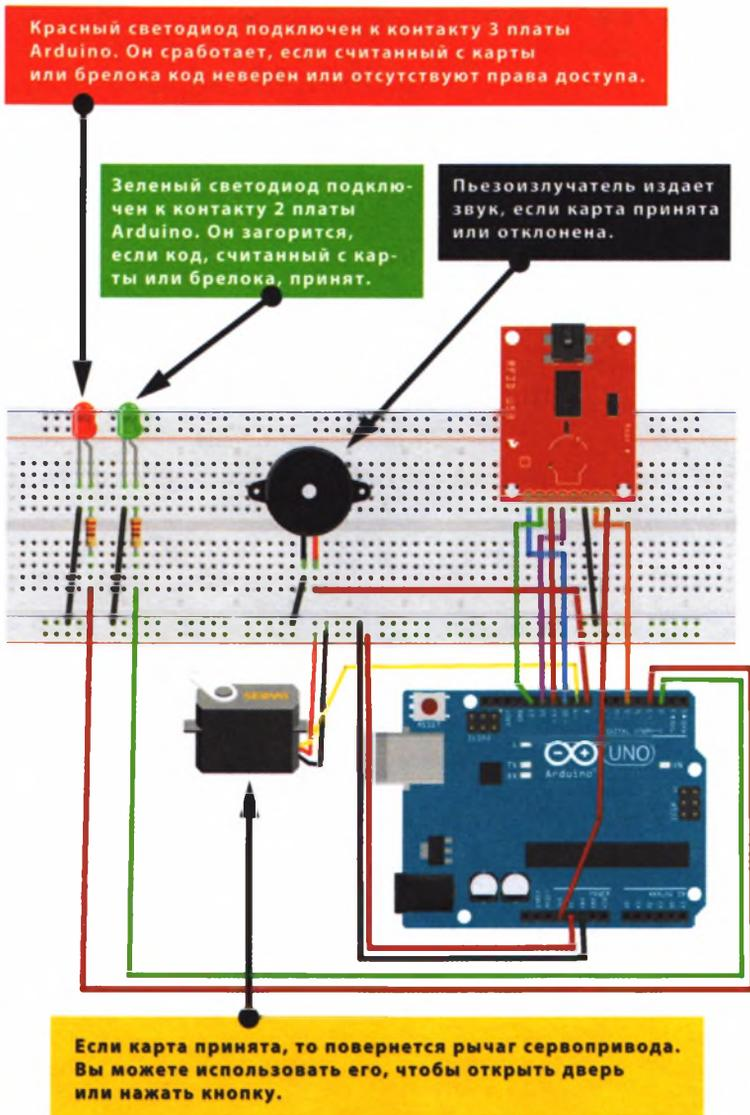

РИСУНОК 23.6
10. Убедитесь, что ваша цепь соответствует схеме, показанной на рис. 23.6, а затем загрузите в память Arduino код скетча, приведенный в разделе «Скетч» далее в этом проекте.